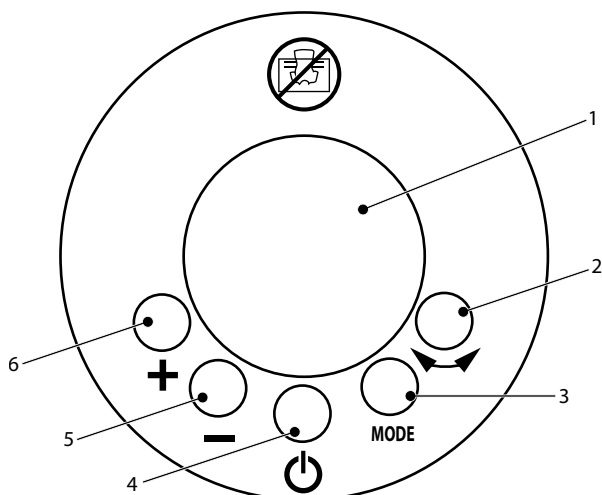
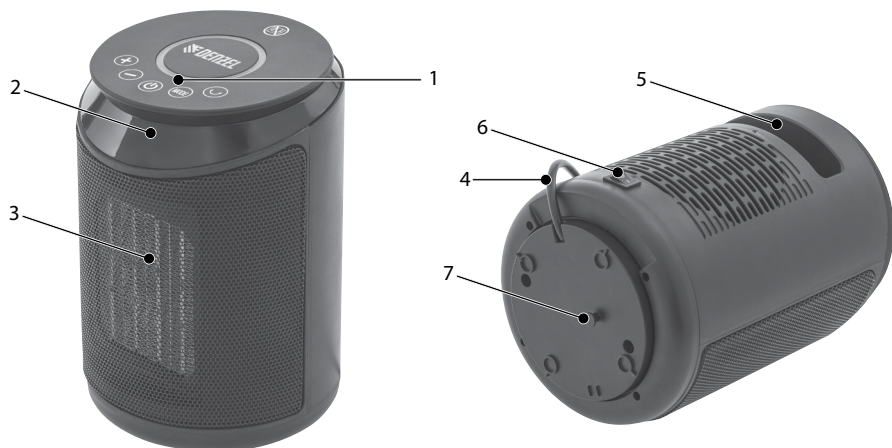

Рис. 2
Рис. 3
3. Нажмите кнопку включения 4 на панели управления (рис. 2, 4).
4. Выберите режим работы тепловентилятора, нажав на кнопку **MODE** на панели управления (рис. 2, 4).
5. С помощью кнопок 5 и 6 выберите необходимую температуру, отображаемую на дисплее 1 (рис. 2) и 2 (рис. 3).
6. При необходимости равномерного прогрева помещения нажмите кнопку режима осцилляции 2 (рис. 2, 4).
7. При необходимости зажмите кнопку **MODE** на 5 секунд, с помощью кнопок 5 и 6 выберите время отключения питания. Настройка завершится после 3 мерцаний дисплея (рис. 2, 4).
2. Нажмите кнопку выключения 4 на панели управления (рис. 2, 4).